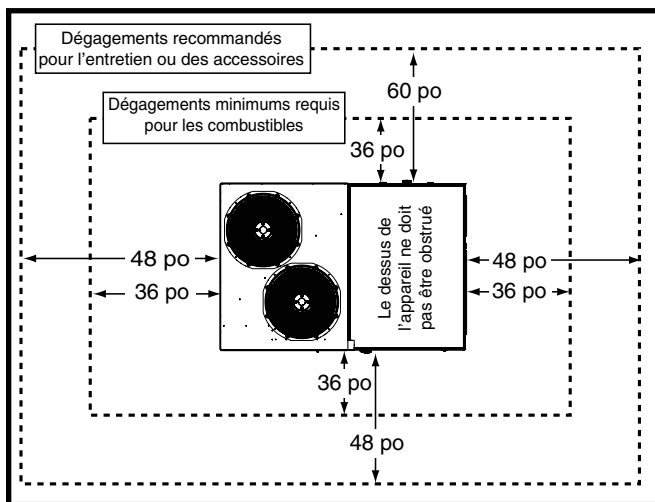

Figure 1. Exigences de dégagement de l'appareil
- Un dégagement suffisant pour permettre à l'air de circuler sans obstruction à travers le panneau d'accès aux commandes à persiennes et le serpentin extérieur doit être maintenu pour obtenir la performance nominale. Voyez la Figure 1 \(page 5\) pour les exigences relatives au dégagement minimal.
Les appareils P7TQ sont homologués comme équipement binaire de chauffage et climatisation pour installations extérieures seulement. La Figure 1 \(page 5\) indique les dégagements minimaux avec les matières combustibles pour une décharge en aval et horizontale.
- Les dégagements doivent respecter ceux qui sont illustrés à la Figure 1 \(page 5\).